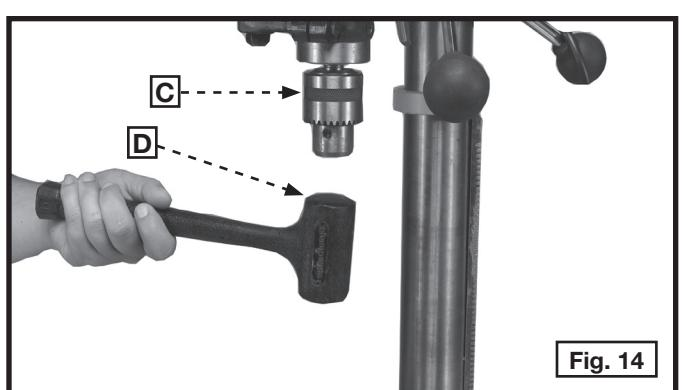

Fig. 14
IMPORTANTE: Abra las mordazas del portabrocas lo más ampliamente posible girando el manguito del portabrocas (C) Fig. 14.
11. Coloque el portabrocas (C) Fig. 14 en la parte estrecha del eje y déle un golpecito con un martillo de goma (D) o un bloque de madera y martillo.